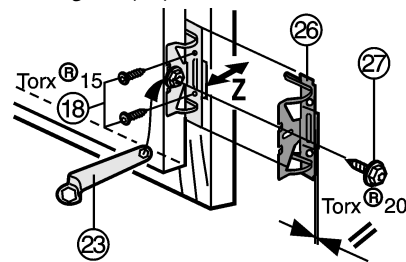

Fig. 26
- ▶ Montagevinkel Fig. 26 (26) skrues med sekskantskrue Fig. 26 (27) på de på forhånd borede huller i apparatets dør.
- ▶ Apparatets dør skrues Fig. 26 (18) fast med skrue gennem montagevinklen Fig. 26 (26) på apparatets dør.
- ▶ monter et 2. par montagevinkler Fig. 26 (26).